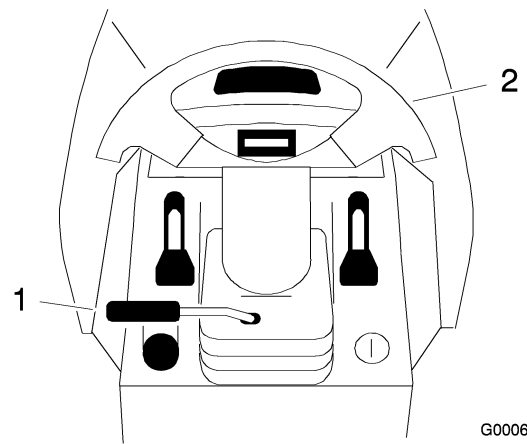

Bild 26
1. Heben Sie den Kipphebel, um die Verriegelung zu lösen (Bild 26).